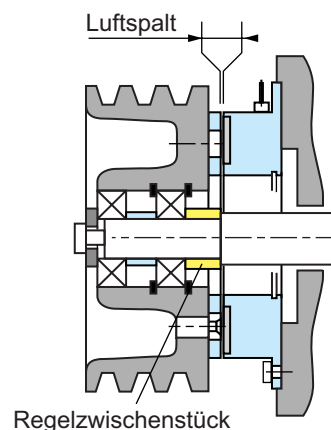
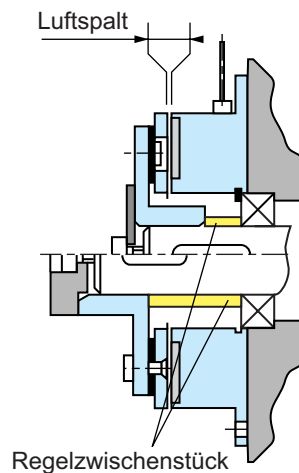

Abb. 1
Abb. 2
Der Induktor (104) ist feststehend auf dem Maschinenrahmen mit Zentrierung durch den Bundring (siehe Abb. 1) oder direkt zentriert auf einem Lauflager als Stützlager anzuordnen (siehe Abb. 2). In diesem Fall wird der axiale Halt des Lagers durch einen in die hierzu vorgesehene Nut eingesetzten Federring sichergestellt.